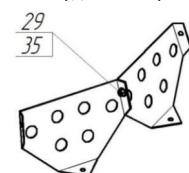

Рис.16
3.10. Преодолевая усилие пружины (16), оттянуть фиксатор (8) вниз и повернуть емкость на удобный угол. Прикрепить лопасти (17) к емкости нижней (2) и емкости верхней (12), с помощью болтов (21), шайб (14) и гаек (29), при этом, шайбы установить с наружной стороны ёмкостей.
Возможна комплектация бетоносмесителя сборными лопастями (рис. 16). В этом случае необходимо две полу-лопасти скрепить между собой болтом (35) и гайкой (29). После установить в бетоносмеситель с помощью болтов (21), шайб (14) и гаек (29).